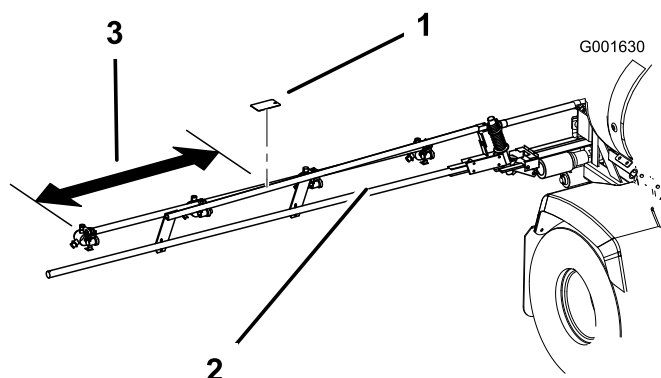
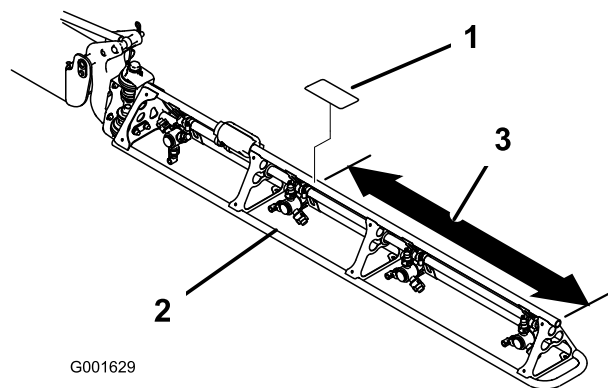

Figura 10
Figura 11
1. Meça a partir da extremidade das rampas como se mostra em Figura 10 ou Figura 11.